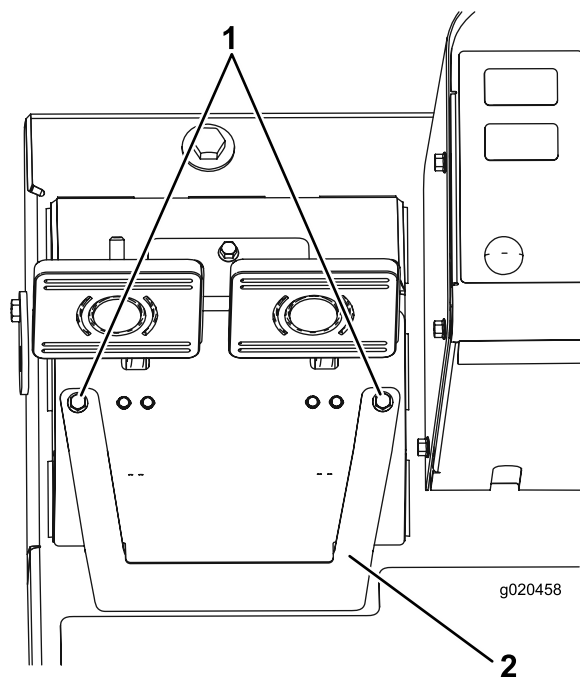

Рисунок 90
- A. Ослабьте 2 крепежных винта и снимите крышку регулировки тормоза (Рисунок 90).